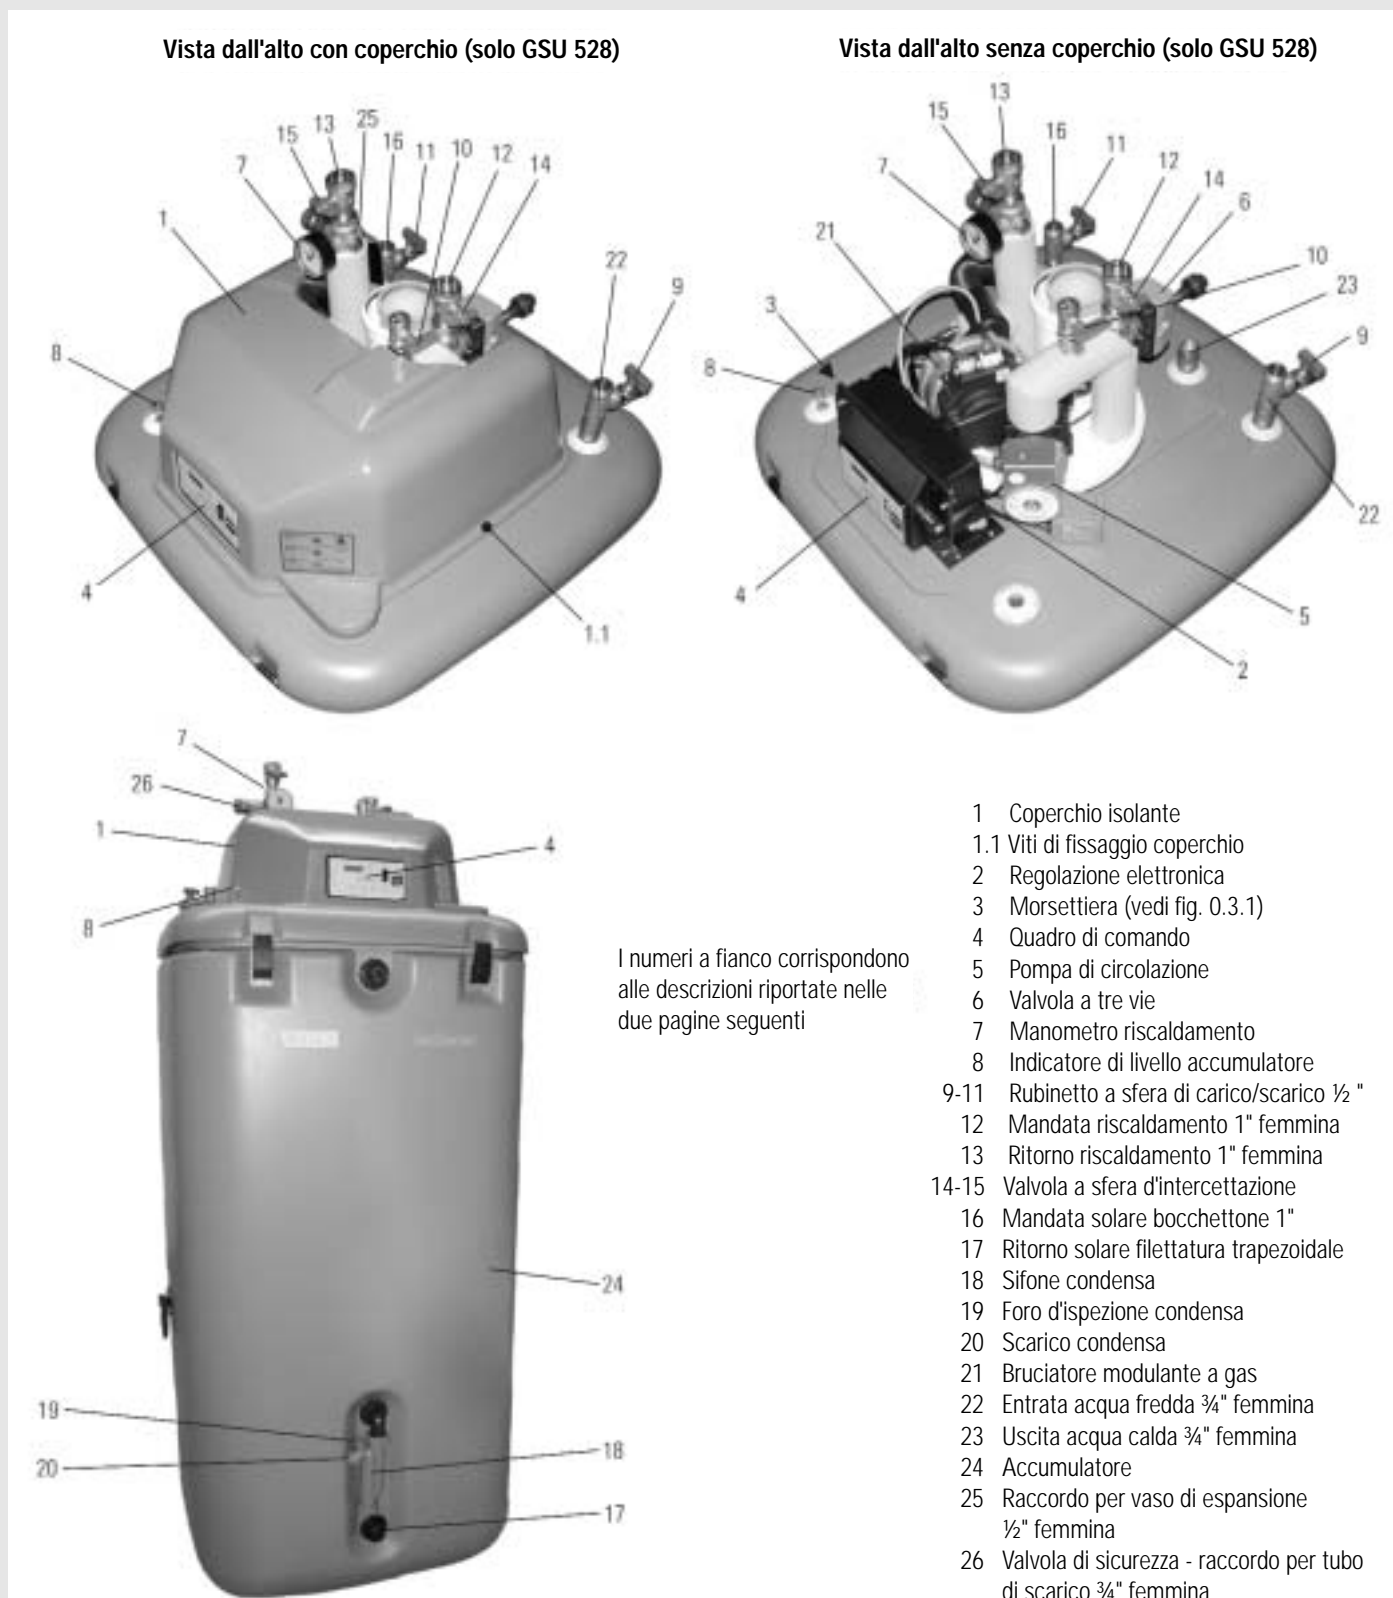

Fig. 0.1.1: componenti GasSolarUnit
Scarico per le condense prodotte durante la combustione (tecnologia della condensazione). Durante il funzionamento lo scarico delle condense deve essere sempre libero. Il tubo di scarico delle condense deve essere in ogni suo punto più in basso della valvola di troppo pieno (**vedi fig. 0.1.1 pos. 19**). È buona norma pulire lo scarico condensa una volta all'anno staccando il sifone con il tubo di scarico dal raccordo, svitare il coperchio inferiore del sifone sopra una vasca di raccolta e raccogliere le condense con eventuali depositi, verificare lo stato dello scarico e se necessario pulire sciacquando con acqua calda. Durante il funzionamento il sifone deve essere sempre pieno d'acqua (o condensa) per cui dopo il controllo o la pulizia va riempito con acqua.
Dopo avere tolto l'imballo ROTEX GasSolarUnit può essere posizionato nell'ambiente preposto all'installazione avendo cura di appoggiarlo su una superficie piana e solida. Tutti i collegamenti devono essere effettuati in modo da permettere la rimozione del guscio che ricopre la parte alta di GasSolarUnit (**fig. 0.1.1 pos.1**).